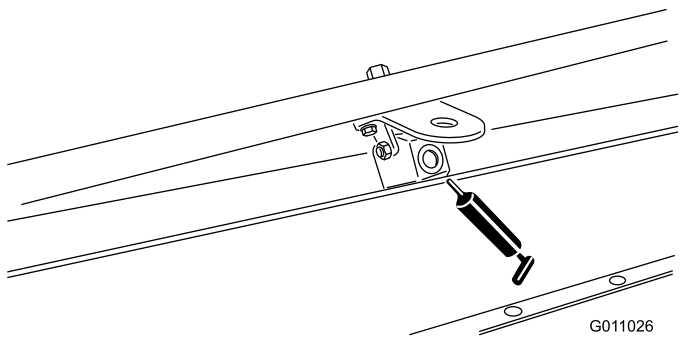

Figura 34
- Pivote del cepillo (2) (Figura 34)